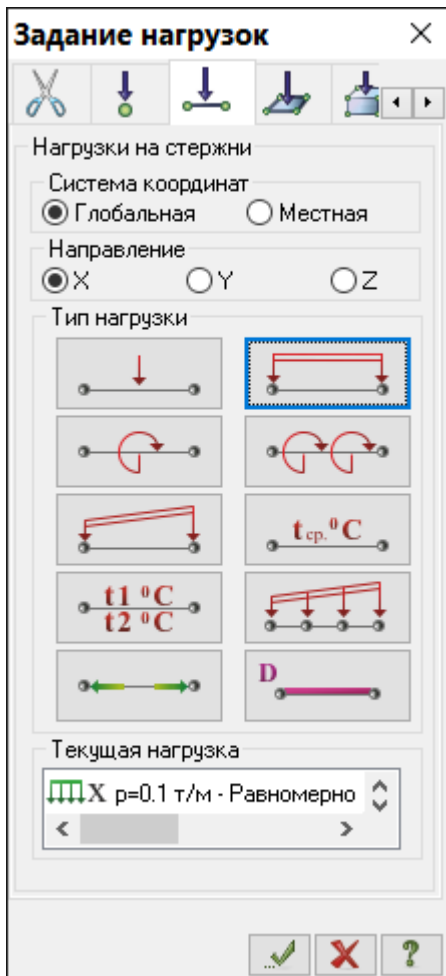

Рис.8.19. Диалоговое окно **Задание нагрузок**
- Затем включите радио-кнопку **X** для задания направление воздействия нагрузки (рис.8.19).